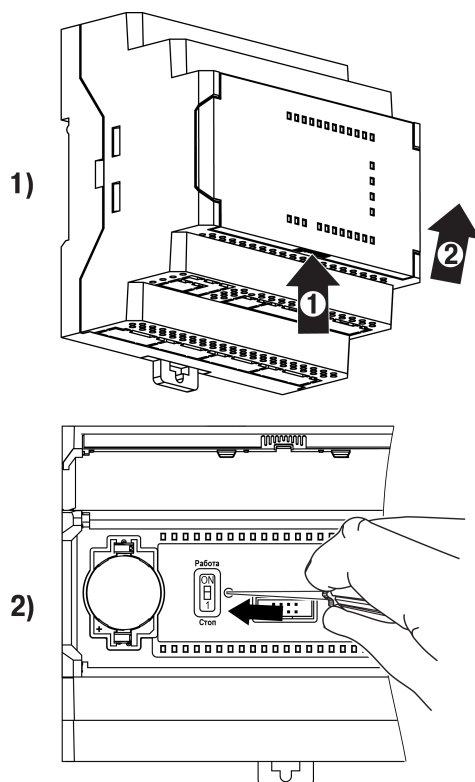

Рисунок 4.32 – Восстановление заводских настроек
2. Подцепив за рифленую зону (см. рисунок 4.32, 1), открыть крышку на лицевой панели прибора (стрелка 2).
3. С помощью тонкого инструмента нажать и удерживать сервисную кнопку не менее 12 секунд (см. рисунок 4.32, 2).